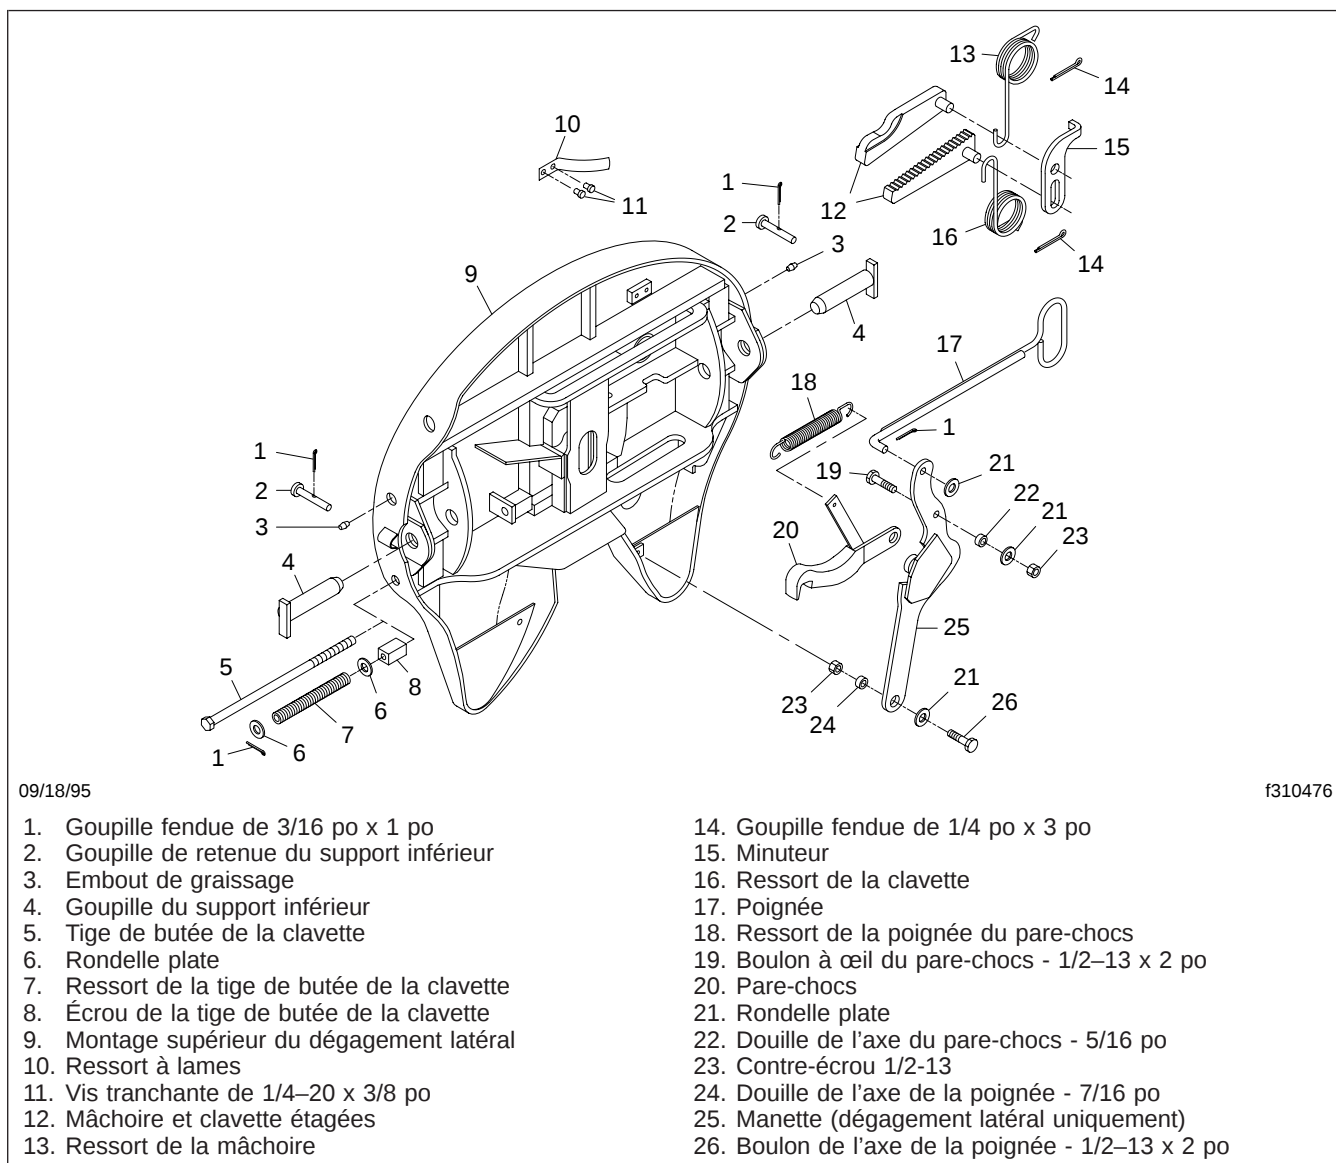

Fig. 6, Sellette d'attelage Fontaine, série H5092 (dégagement à gauche illustré)
6. Vérifiez s'il n'y a pas d'écrous ou de boulons lâches sur la sellette d'attelage et sur le support. Voir la **figure 6**. Placez la clé dynamométrique au couple maximal pour le boulon que vous
- 8.3 Ajustez la butée qui se trouve au bout de la clavette à un dégagement d'environ 6 mm (1/4 po) en tournant la tige de butée de la clavette (**figure 6**, référence 5) située sur le côté droit de la plaque supérieure.